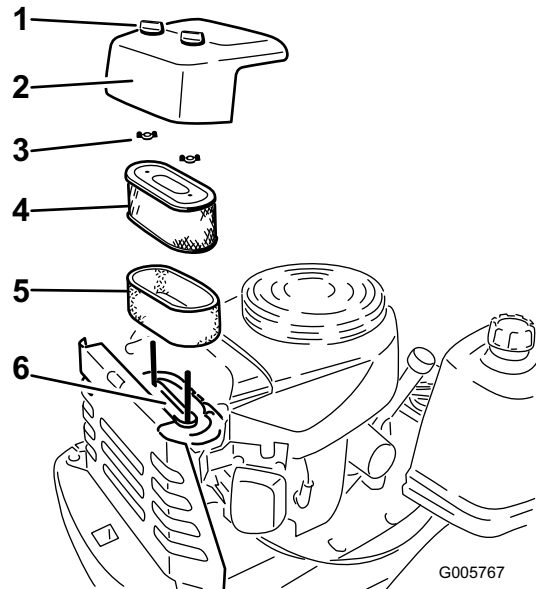

Figure 22
3. Nettoyez la surface autour du filtre à air pour éviter que des impuretés ne s'introduisent dans le moteur et l'endommagent. Desserrez les deux boutons en plastique sur le couvercle et déposez le couvercle du filtre à air Figure 22.
4. Sortez délicatement l'élément en mousse de l'élément en papier (Figure 22).
5. Dévissez les écrous à oreilles et retirez l'élément en papier (Figure 22).